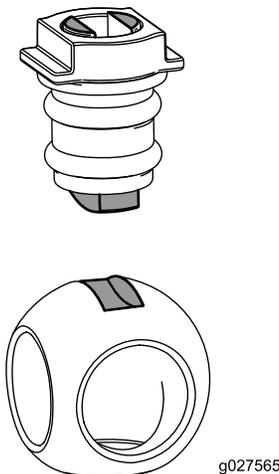

Figura 112
6. Introduza a bola no corpo da válvula (Figura 112).
Nota: A haste da válvula deve encaixar dentro da ranhura de acionamento da bola. Se a haste da válvula não encaixar, ajuste a posição da esfera (Figura 112).